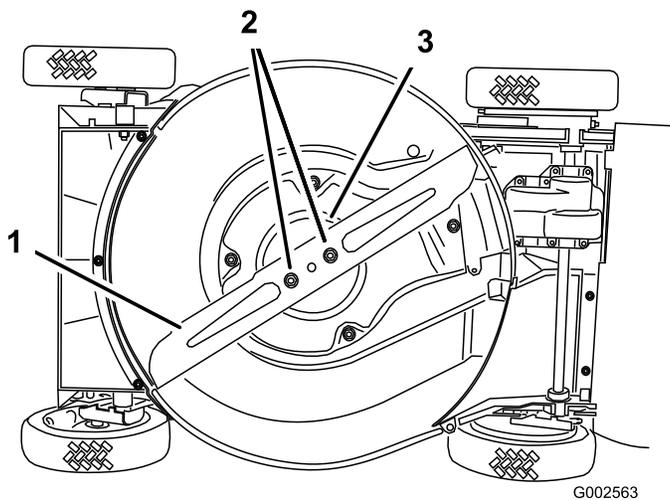

Figura 31
4. Inclinate il tosaerba sul lato **destra** (Figura 31).
Afferrate l'estremità della lama con un cencio o un guanto bene imbottito. Togliete i dadi della lama, la coppa antistrappo e la lama (Figura 31).
5. Togliete i due dadi della lama, la coppa antistrappo e la lama (Figura 31).